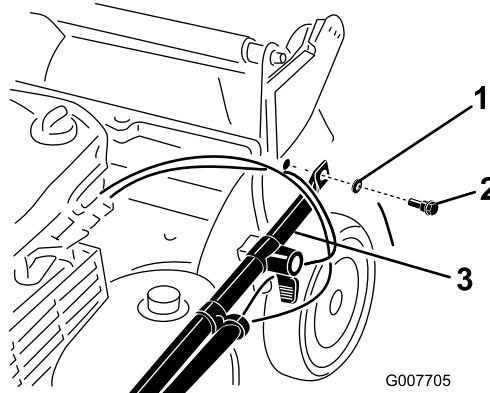

Bild 4
3. Befestigen Sie die Griffenden mit 2 Scheiben und 2 Griffschrauben am Mähwerkgehäuse (Bild 4), ziehen Sie die Griffschrauben jedoch nicht fest.
Wichtig: Verlegen Sie die Kabel an der Außenseite des Griffes (Bild 4).